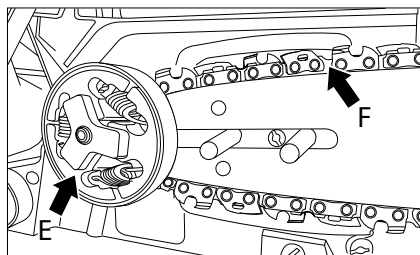

Rys. 6
4. Zamontuj drążek tak, aby wycięcie w drążku pokrywało się z oboma śrubami (C) (Rys. 6).